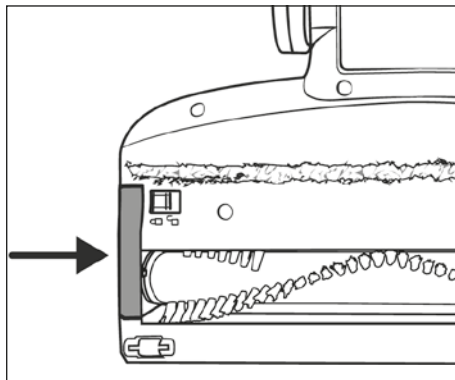

Fig. 27
- 6) Sæt børsterulleholderen 20 ind i gulvbørsten 22 igen. Tryk den ned, indtil den klikker hørbart på plads i gulvbørsten 22 (se fig. 27).